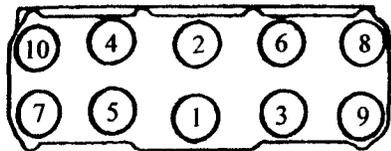

图 1-3 四缸发动机气缸盖螺栓紧固顺序
18) 把气缸盖小心地装回原位, 先在 8 和 10 (见图 1-3) 位置处装上螺栓, 这两个螺栓孔较小, 可以准确地对缸盖垫和缸盖定位。